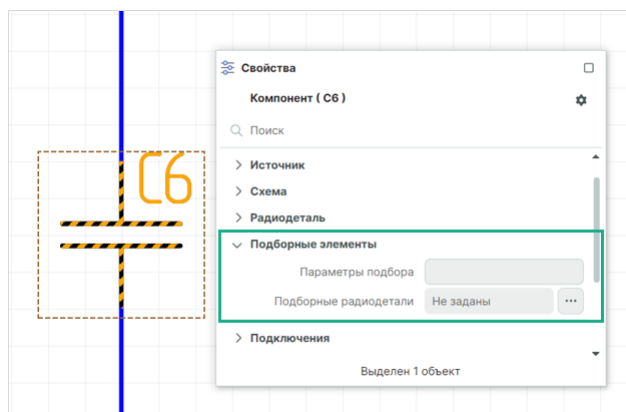

Рис. 92 Отображение группы «Подборные элементы»
Для радиодеталей, относящихся к семействам: конденсаторы (С), дроссели (L) и резисторы (R), доступна дополнительная категория свойств – «Подборные элементы», см. Рис. 92.